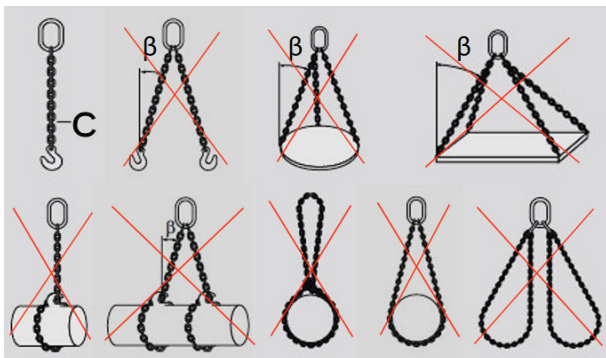

Figura 2: Metodi di sollevamento per due imbracature a catena
Regolare le imbracature a catena per sollevare i carichi come mostrato in Figura 2.
- ▶ Usare solo il metodo di sollevamento (C) per le imbracature a catena come mostrato in Figura 2. Non superare l'angolo di inclinazione massimo di 30°.